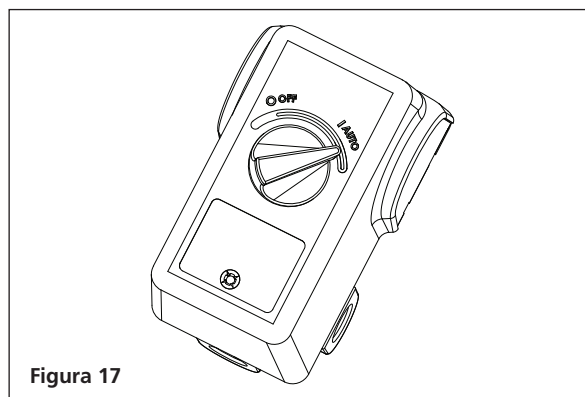

Figura 17
4. Mueva el interruptor de presión a la posición de **AUTOMÁTICO** para hacer funcionar la unidad (consulte la figura 17).
5. Haga funcionar la unidad por treinta (30) minutos a cero (0) bar (sin carga) para asentar las partes de la bomba.
7. Cambie el aceite después de las primeras cincuenta (50) horas de funcionamiento. Realice cambios de aceite cada tres (3) meses o doscientas (200) horas de tiempo de funcionamiento, lo que ocurra primero.